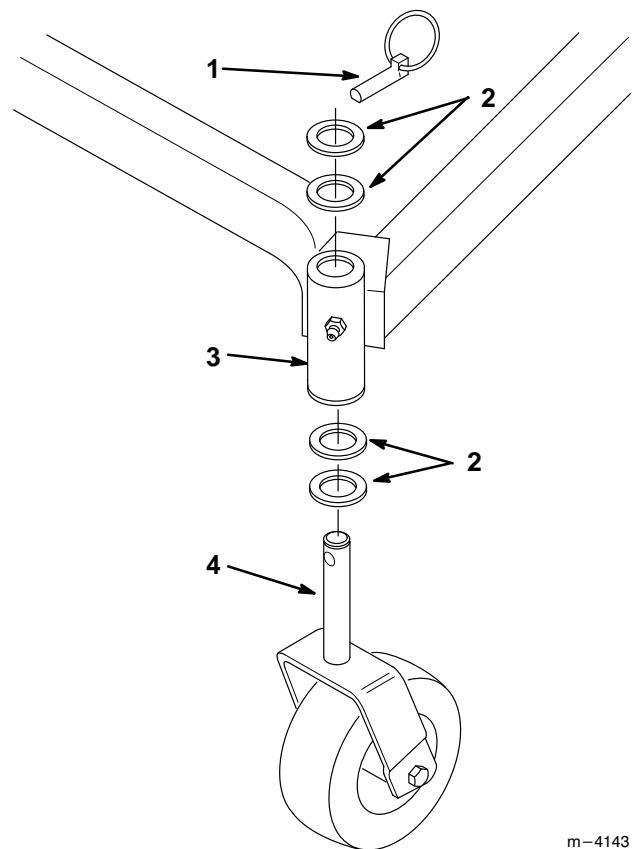

Abbildung 15
- Um die Schnittmesserneigung in Längsrichtung zu verändern, an beiden Laufradgabeln die gleiche Anzahl von Druckscheiben verlegen. Die Druckscheiben von der Oberseite des Trägerrahmen-Montagerohrs zur Unterseite verlegen, um die Vorderseite des Mähwerks anzuheben. Die Druckscheiben von der Unterseite des Montagerohrs zur Oberseite verlegen, um die Vorderseite des Mähwerks abzusenken (Abb. 15).
4. Um den Seitenausgleich des Mähwerks zu verändern, die Druckscheiben nur an einer Laufradgabel verlegen. Die Druckscheiben von der Oberseite des Trägerrahmen-Montagerohrs zur Unterseite verlegen, um die entsprechende Seite des Mähwerks anzuheben. Die Druckscheiben von der Unterseite des Montagerohrs zur Oberseite verlegen, um die entsprechende Seite des Mähwerks abzusenken (Abb. 15).